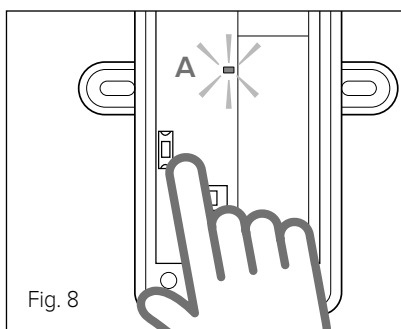

Fig. 8
- Tryk på knappen på kortet på den udendørs føler, indtil den røde LED-lampe A tænder i ca. to sekunder (fig. 8).